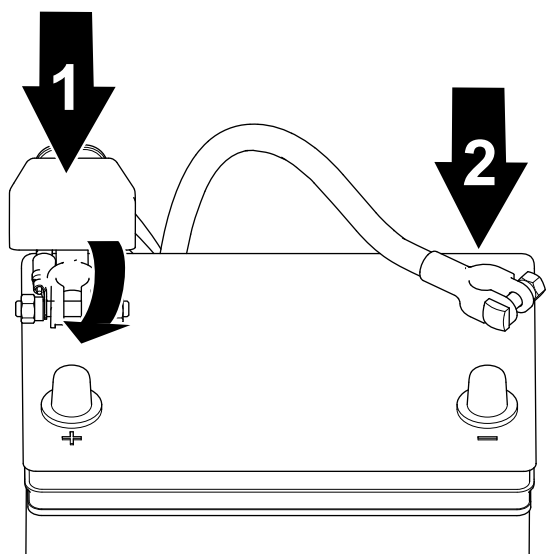

Figura 35
1. Conecte el cable positivo a la batería y apriete la tuerca de pinza de la batería (Figura 35).
2. Conecte el cable negativo a la batería y apriete la tuerca de pinza de la batería (Figura 35).